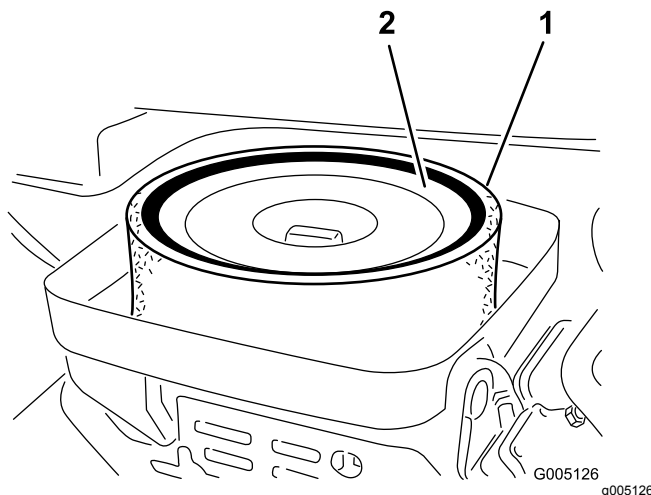

Figure 26
3. Enlevez l'écrou à oreilles qui fixe les éléments au boîtier du filtre à air (Figure 26).
4. Si l'élément en mousse est encrassé, sortez-le de l'élément en papier (Figure 26). Nettoyez-le soigneusement comme suit :